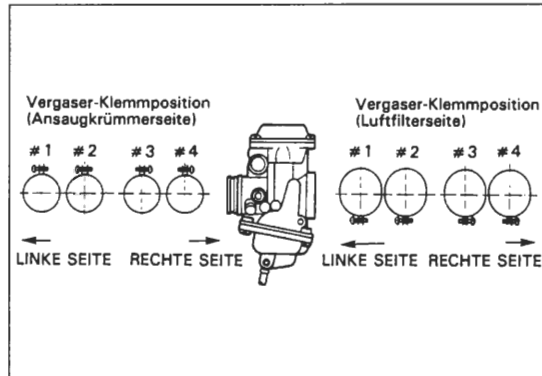

Bild 157
- Vergaserschellen anbringen (Bild 157).